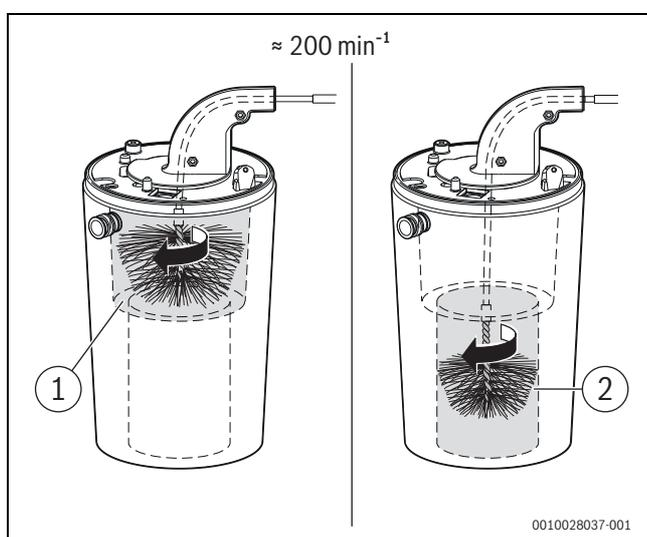

Fig. 55 Nettoyage du corps de chauffe (env. 200 tr/min, rotation à droite uniquement)
- ▶ Répéter le processus avec la petite brosse pour la zone inférieure (→ fig. 55, [2]).